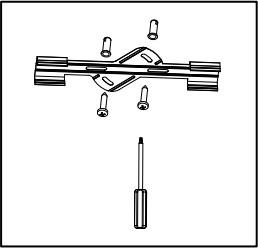

Рис. 1
- 5.11 Закрепите монтажную скобы на поверхности установки (рис. 1).